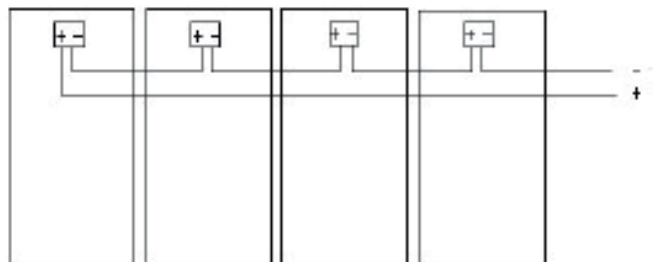

Fig.: 4.1 Conexionado en serie para más tensión V
La conexión en serie es para incrementar la tensión (V) del sistema. Conecte el cable del terminal positivo de un módulo con el cable del terminal negativo del próximo módulo. (Fig. 4.1. Muestra la conexión en serie de cuatro módulos)